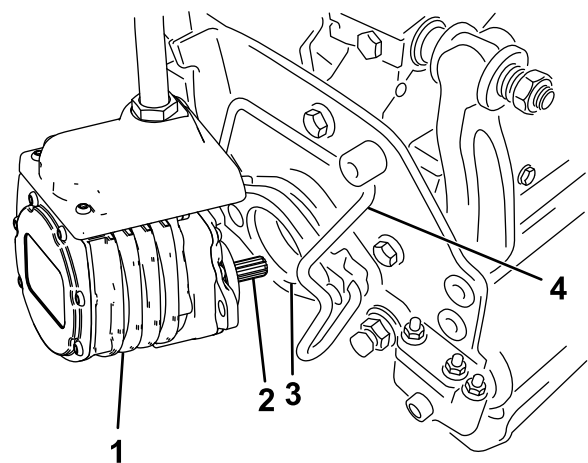

Bild 56
6. Schmieren Sie die Keilwelle des Schneideinheitmotors mit sauberem Fett ein (**Bild 56**).
7. Setzen Sie den Motor in die linke Seite der Schneideinheit (aus Sicht der Bedienerstellung) und ziehen Sie die Motorbefestigungsstange an der Schneideinheit zum Motor, bis Sie einen deutlichen Klick von beiden Seiten des Motors hören (**Bild 56**).